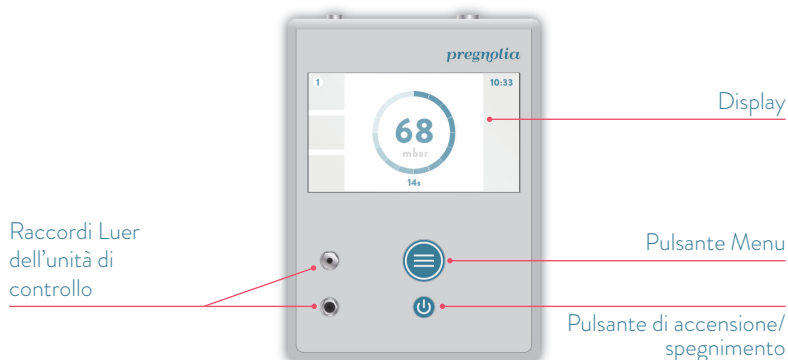

FIGURA 13: Lato anteriore della *console dell'unità di controllo*.
- 5) Collegare il tubo di connessione tramite i raccordi Luer alla console dell'unità di controllo (raccordi Luer dell'unità di controllo, riferirsi alla FIGURA 13).
- 6) Accendere la *console dell'unità di controllo* (Pulsante di accensione/spengimento, FIGURA 13). La *console dell'unità di controllo* emetterà un segnale acustico⁴.